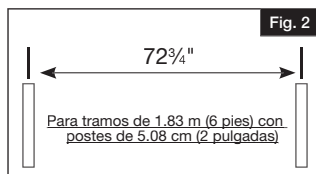

Fig. 2
- En las secciones de 1.83 m (6 pies) con postes de 5.08 cm (2 pulgadas): mida 184.78 cm ($72\frac{3}{4}$ ") desde el centro de un punto extremo y marque el lugar con una estaca (Fig. 2).
Mida el ancho del panel de valla (X); y sume el ancho del poste (Y). Esta es la medida normal de centro a centro (a menos que se corte el panel) para la ubicación del agujero de poste (Fig. 2).
Ahora tiene colocado un panel de valla en vertical entre los dos postes instalados (Fig. 2).